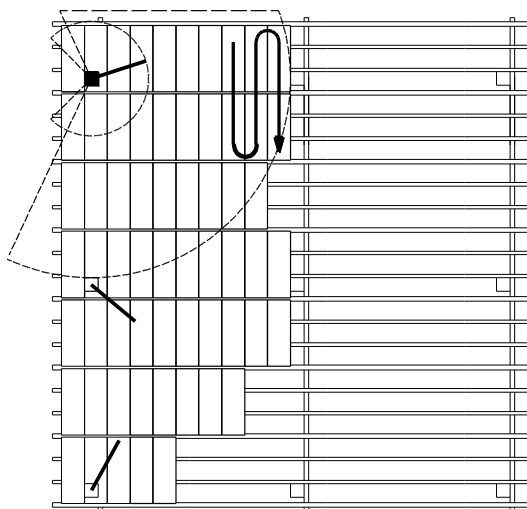

Bild 34. Formsättningsprocess efter byte av förankringspunkt.
4. Byt till en intilliggande SkyReach Förankringsenhet och gå vidare genom att formsätta ytan som är tillgängligt från den förankringsenheten, se Bild 34. Upprepa proceduren genom att byta till de återstående förankringsenheterna för att täcka hela området.